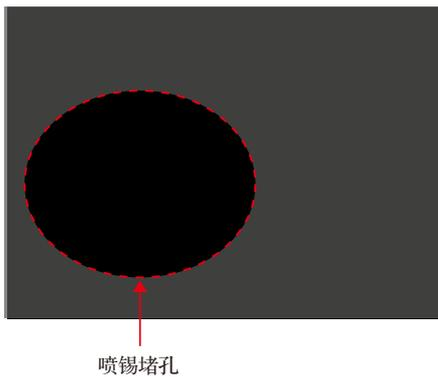

图 4-67 练习题 16 图
16. 喷锡工艺 PCB，金属化插件孔直径小于 0.5mm，容易产生喷锡堵孔隐患（见图 4-67）。为提高产品良率，在设计条件允许的情况下，插件孔直径应不小于 0.5mm。如果直径无法设计成 0.5mm 以上，则 PCB 可选择以下哪种表面处理工艺制作更合适？（ ）